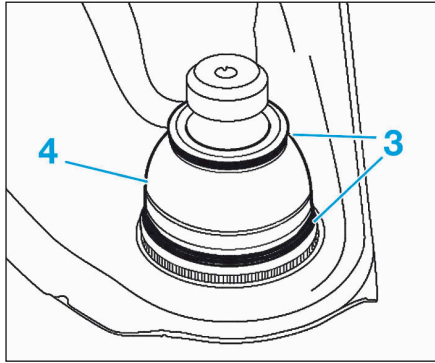

FIG.15
- Déposer les circlips (3) puis le soufflet (4) de la rotule inférieure (Fig.15).